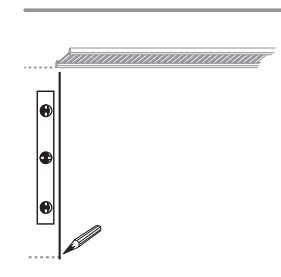

FIG. 2.2
4. Marque una línea vertical (nivel vertical) en la pared. (Fig. 2.2)